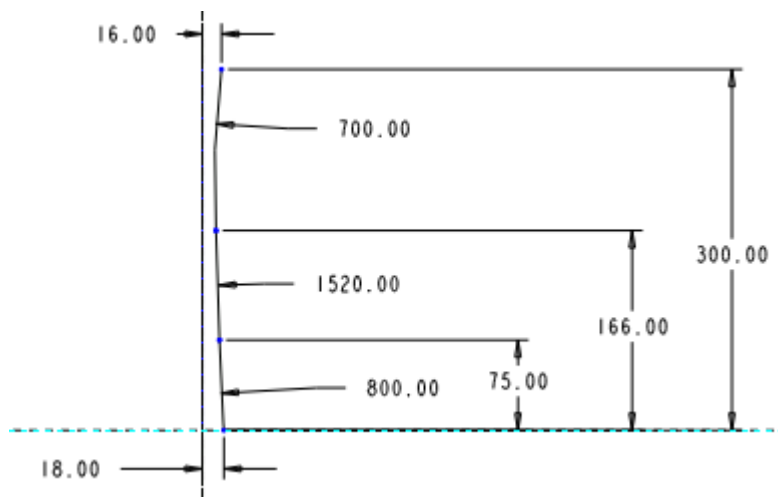

图 39-5
- (1) 单击特征工具栏中的 ，打开【草绘的基准曲线】对话框。
- (2) 选择 RIGHT 基准面为草绘平面，TOP 基准面为视图方向参照，单击【草绘】，进入草绘工作环境。
- (3) 绘制如图 39-5 所示的图形。